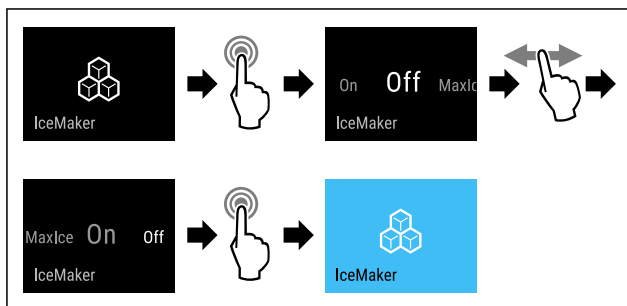

Fig. 16
- ▶ Eseguire i passaggi (vedere Fig. 16).